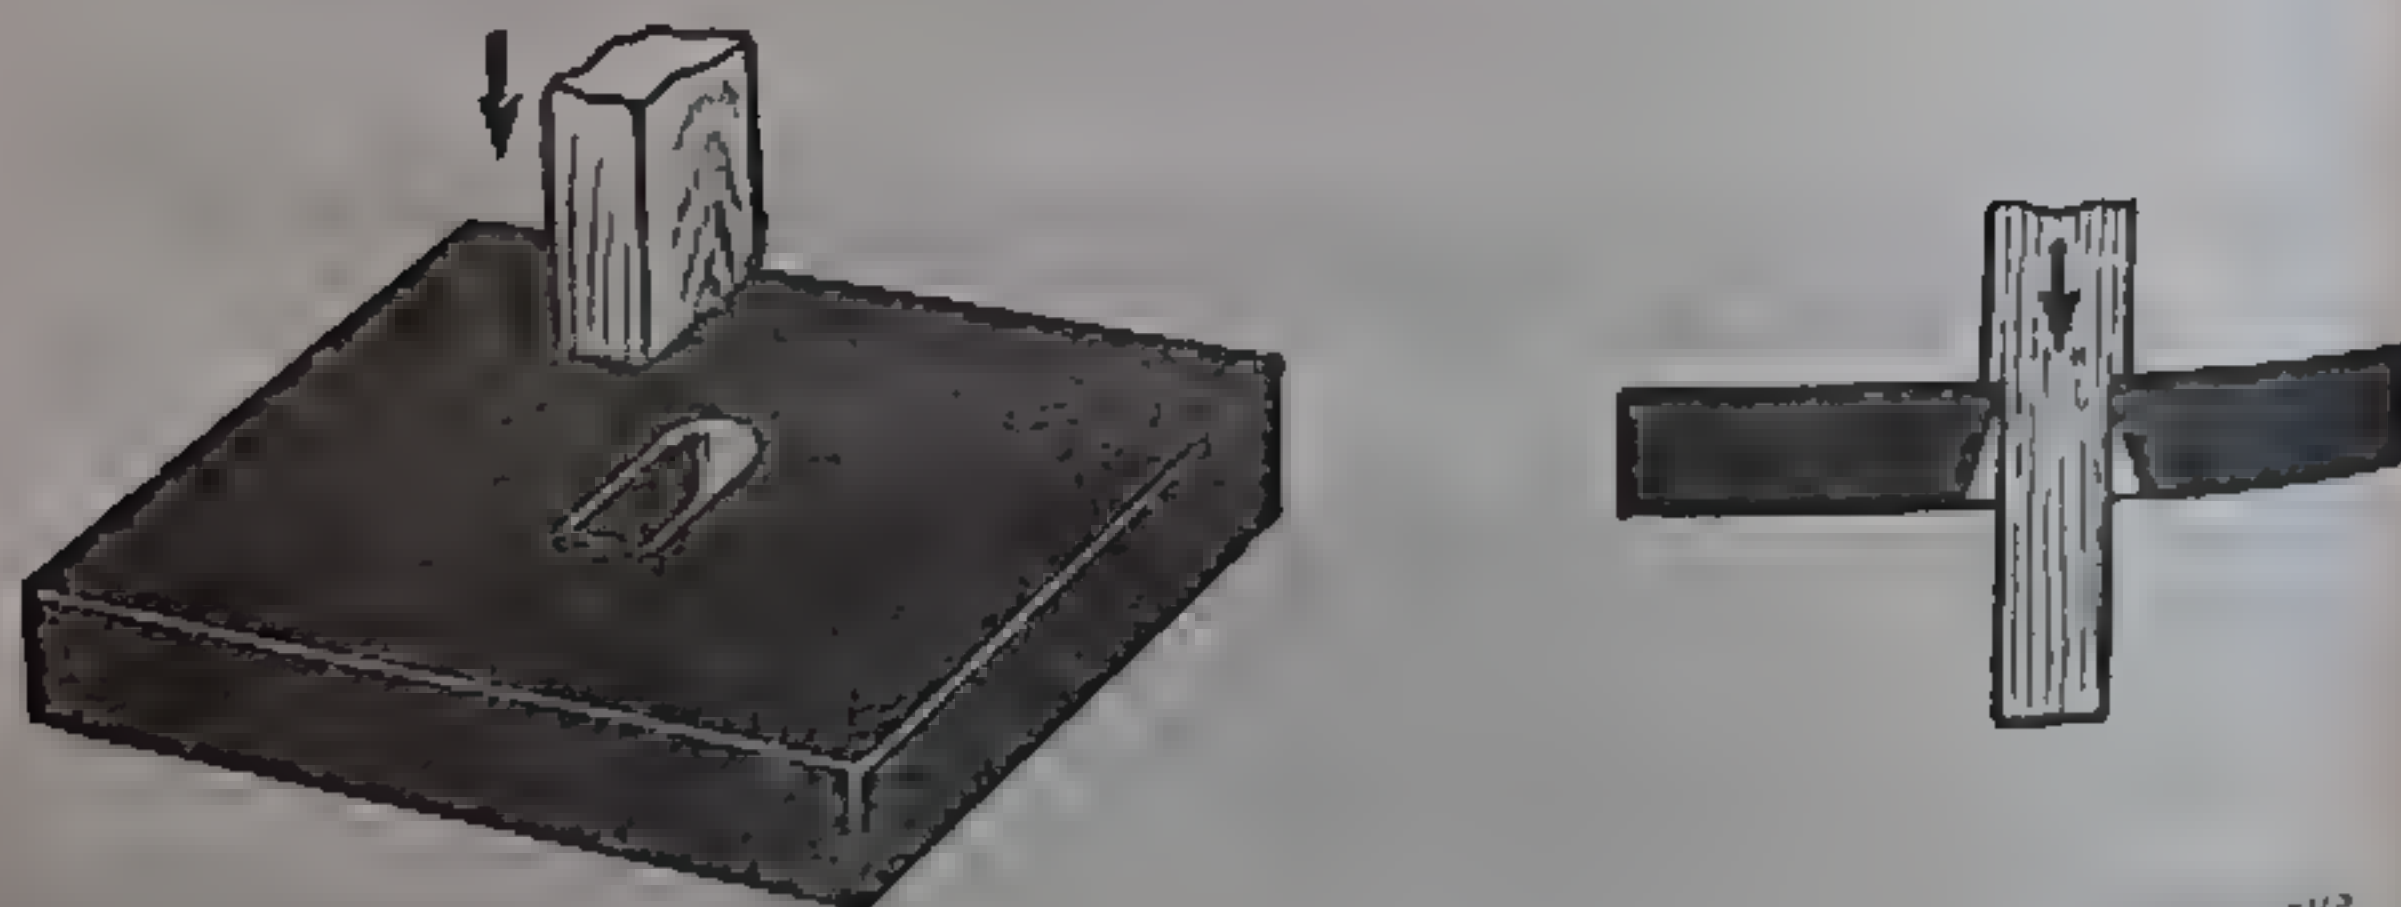

Рис. 92. Пробивка брусочков через калибровочное отверстие.
6. Изготовить брусочки и пробить их через калибровочное отверстие (рис. 92).